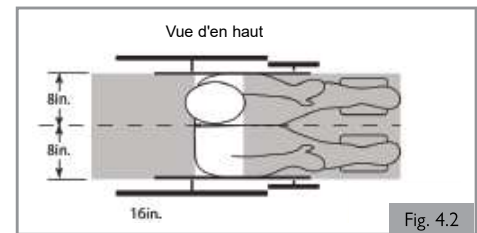

Fig. 4.2
3. Les zones de dégagement recommandées pour les occupants de fauteuil roulant retenus à la fois par des ceintures de bassin et du torse supérieur ou uniquement par une ceinture de bassin sont indiquées et décrites dans les diagrammes ci-dessous (Fig. 4.2 et 4.3). Les zones de dégagement avant doivent être plus importantes lorsque la ou les ceintures du torse supérieur ne sont pas utilisées. La zone de dégagement arrière de 40,5 cm se mesure à partir de l'extrémité arrière de la tête de l'occupant. La zone de dégagement avant se mesure à partir du point le plus en avant de la tête de l'occupant ; elle doit être de 66 cm lorsqu'une ceinture de bassin et une ceinture de torse sont utilisées, et de 94 cm lorsque seule une ceinture de bassin est utilisée. La zone de dégagement avant peut ne pas être réalisable pour les conducteurs en fauteuil roulant.